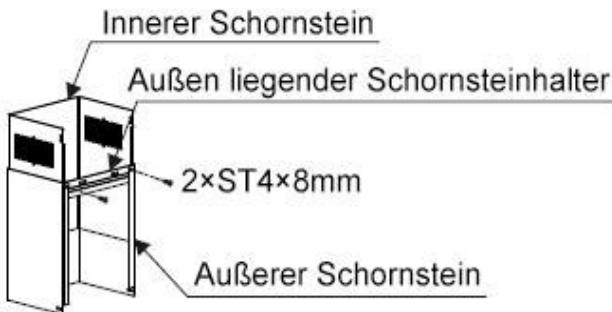

Bild 5
7. Montieren Sie die Schornsteinhalterung am Schornstein (Siehe Bild 5).